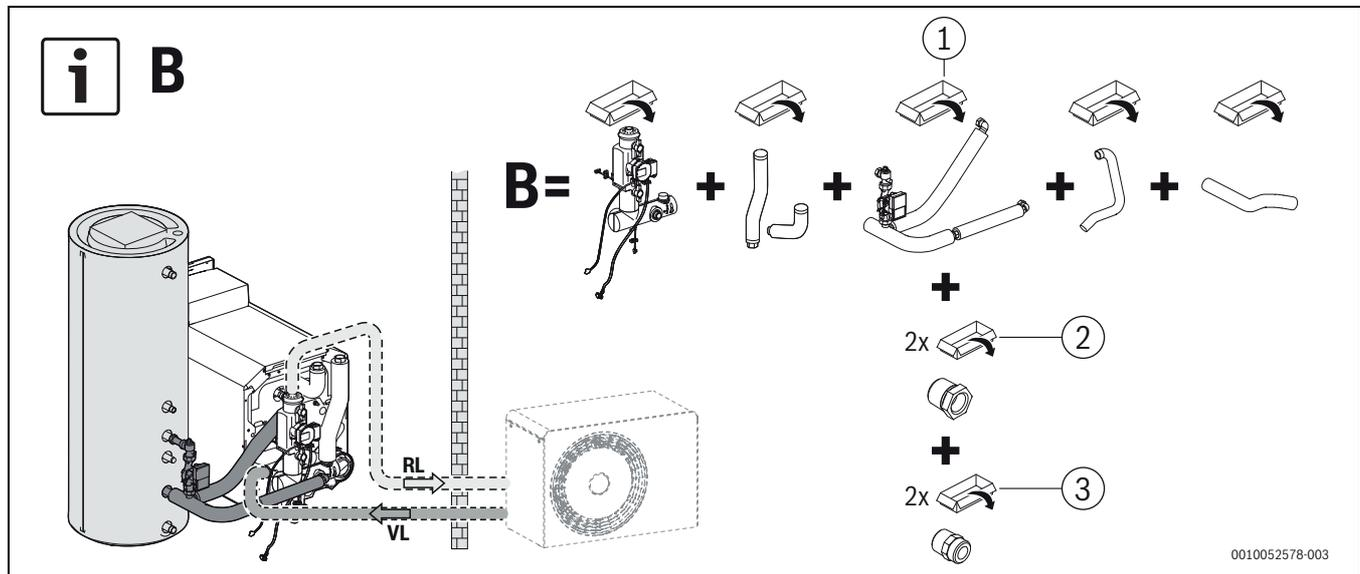
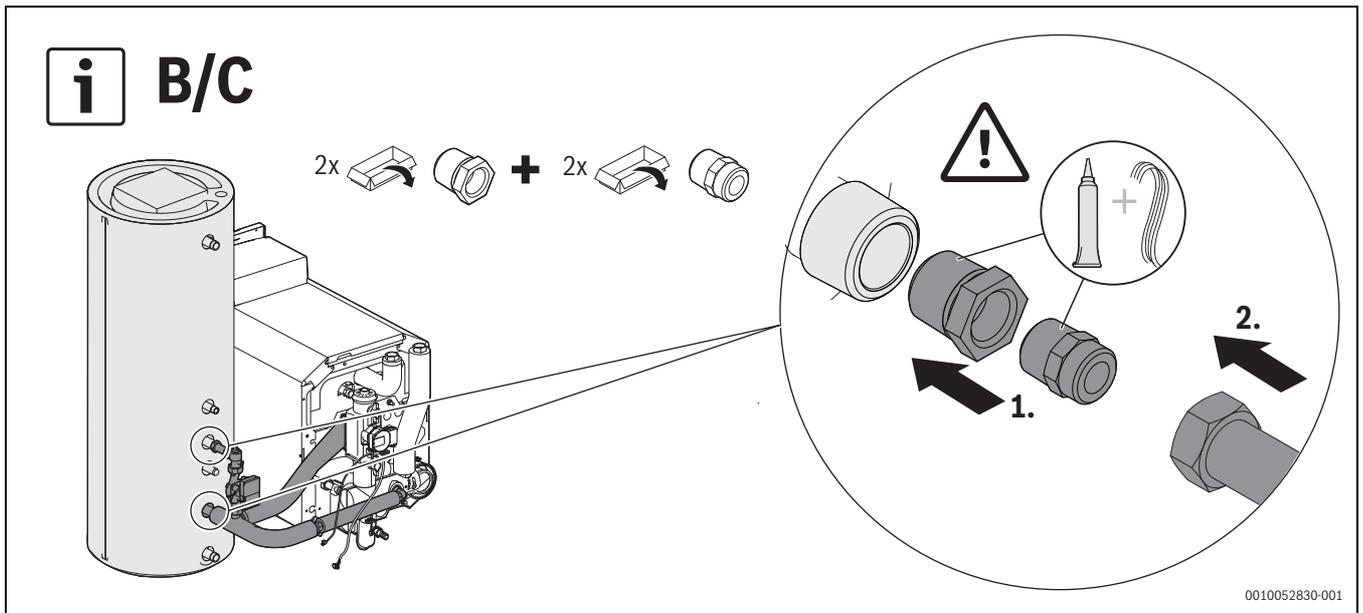

Bild 8 Speicher-Verbindung stehender Speicher rechts, Variante B, beispielhaft dargestellt für Kesselgröße 18 kW
Bild 10 Montage Speicherverbindung stehender Speicher, Varianten B und C
- ▶ Rohrgruppe entsprechend der vorgesehenen Varianten (→Bild 8 – Bild 10) montieren (→separate Installationsanleitung des Speicher-Verbindungs-Sets beachten); **Varianten B, C.**